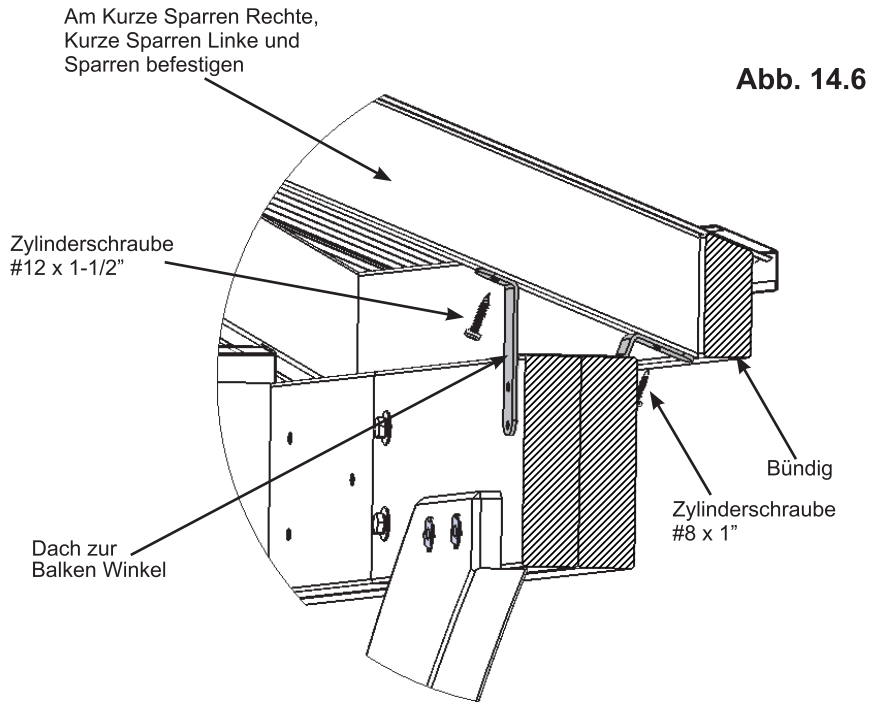

Abb. 14.6
D: Auf der vierten Dachsparrenmontage, die mit dem unteren Teil des Kurze Sparren Rechte (338), Kurze Sparren Linke (339) und Sparren (340) zentriert und bündig ist, einen Dach zur Balken Winkel pro Platte mit einer Zylinderschraube #8 x 1" in der unteren und mit einer Zylinderschraube #12 x 1-1/2" in der oberen Bohrung pro Winkel befestigen. (Abb. 14.6)